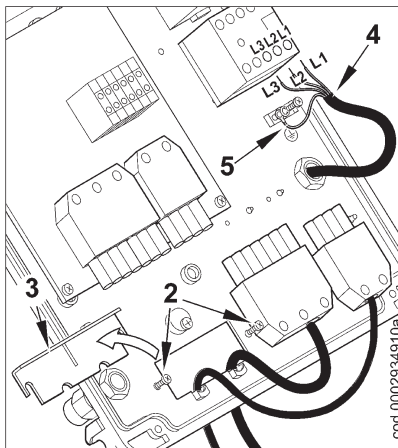

Рисунок 2
- 2) Ослабьте винты (2). После того, как Вы сняли кабельный зажим (3), пропустите через отверстие 7-штырьковый и 4-штырьковый разъёмы (см. рис. 2). Соедините питающие кабели (4) к дистанционному выключателю, закрепите заземляющий кабель (5) и затяните соответствующий хомут.
- 3) Поместите кабельный зажим, как указано на рисунке 3. Поверните эксцентрик (6) так, чтобы зажим должным образом надавил на два кабеля, после этого затяните винты, фиксирующие зажим. Наконец, соедините два разъёма 7-ми и 4-штырьковый.